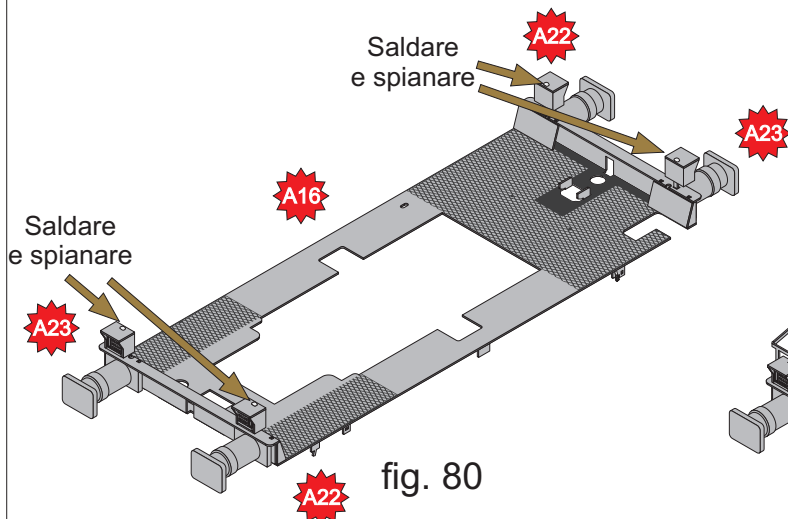

fig. 80
48) Inserire i fanali gruppi A23 A24 sulle due asticelle del gruppo A16, saldare nella parte superiore e spianare con lima e carta o spugna abrasiva. (fig 80)
Inserire poi i due mancorrenti pezzo n°100 e n°105 e le due protezioni dei fari n°96. Fissare il tutto con fini saldature (fig. 80).